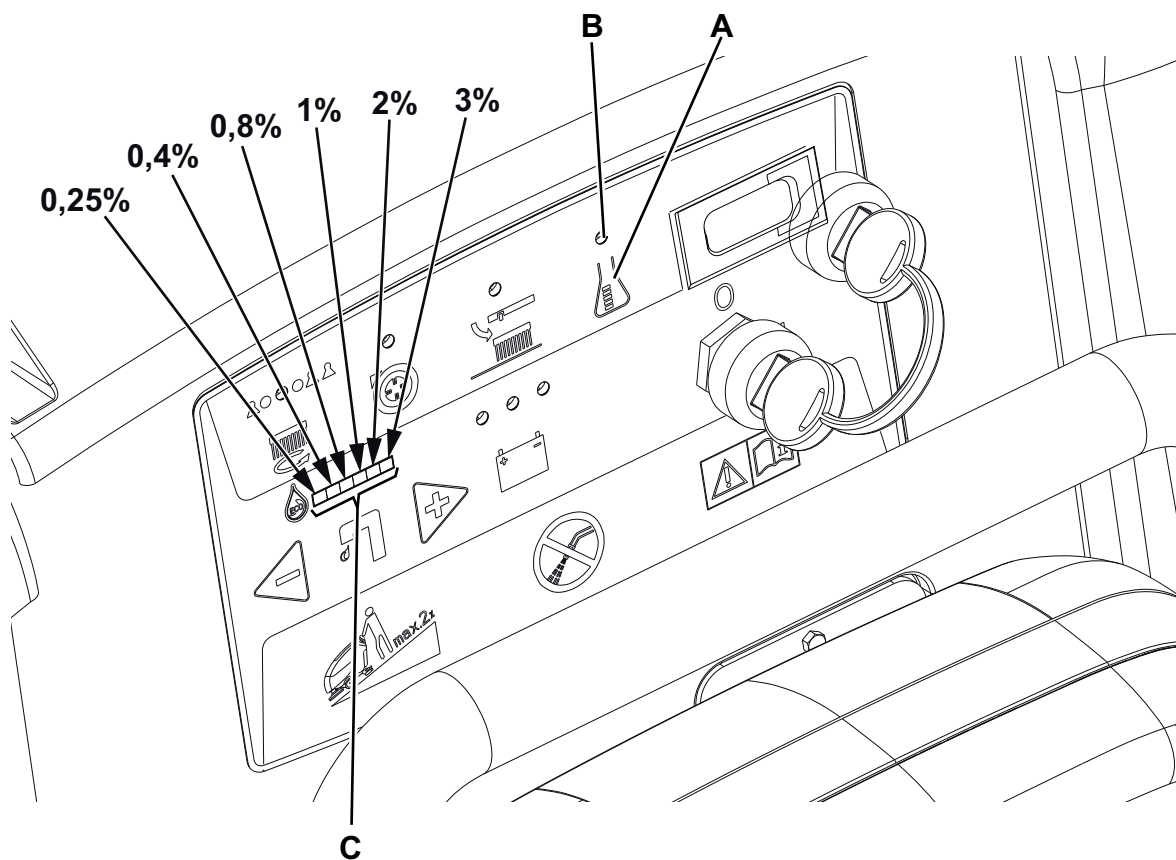

Abbildung 4
1. Reinigungsmittelschalter (A, Abb. 4) betätigen und deaktivieren [Kontrollleuchte (B) muss aus sein].
2. Reinigungsmittelschalter (A) betätigen. Während der ersten 3 Sekunden der Schalterbetätigung leuchtet die Balkenanzeige (C) auf und zeigt den Prozentsatz wie auf der Abbildung gezeigt an.
3. Reinigungsmittelschalter (A, Abb. 4) betätigen und deaktivieren [Kontrollleuchte (B) muss aus sein].
4. Reinigungsmittelschalter (A) betätigen und gedrückt halten, bis die Kontrollleuchte (B) blinkt (nach ca. 5 Sekunden).
5. Reinigungsmittelschalter (A) loslassen und erneut kurz betätigen, um zum nächsten auf der Balkenanzeige (C) angezeigten Prozentsatz zu gelangen. Schalter sofort betätigen bis die gewünschte Einstellung erreicht ist.
6. Warten, bis die Kontrollleuchte (B) nicht mehr blinkt und die Balkenanzeige (C) den Waschwasserfluss erneut anzeigt: Der neue Prozentsatz ist eingestellt.